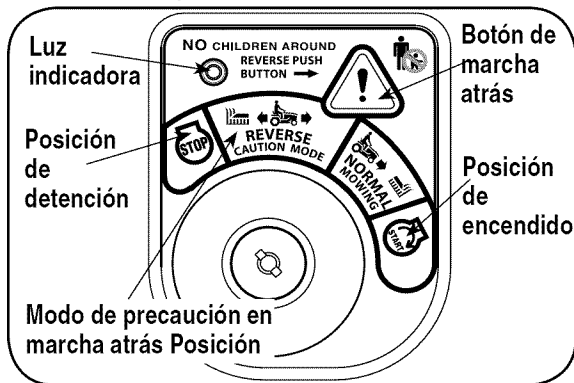

Figura 6
2. Gire la llave desde la posición de CORTE NORMAL (verde) hasta la posición de MODO DE PRECAUCIÓN EN MARCHA ATRÁS (amarillo) del módulo del interruptor de llave. Vea la Figura 6.
3. Presione el BOTÓN DE MARCHA ATRÁS (botón triangular de color naranja) en la esquina superior derecha del módulo del interruptor de llave. La luz indicadora roja en la esquina superior izquierda del módulo del interruptor de llave se mantiene encendida (ON) mientras esté activado. Vea la Figura 6.
4. Una vez activado el Modo de Precaución en Marcha Atrás (con la luz indicadora encendida (ON)), el tractor podrá conducirse en marcha atrás con las cuchillas de corte (PTO) enganchadas.